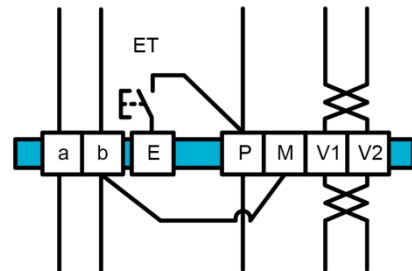

Abb. 8: 5-Drahttechnik
- Verbinden Sie die b- und M-Ader mit einer Drahtbrücke (Abb. 8).